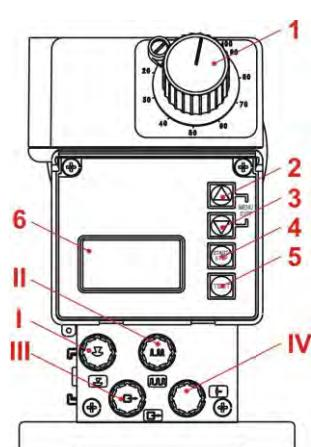

Fig. 5.5 Modèles EMP III E 60 et EMP III E60^{PLUS}
La pompe est maniée au moyen de 4 touches (Fig. 5.5, pos. 2, 3, 4 et 5) (voir au « chapitre 9.4 Fonctions des touches »).
L'affichage de service est représenté via un afficheur graphique (Fig. 5.5, pos. 6).